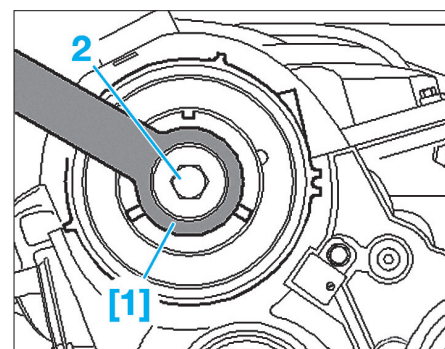

FIG. 130
- [1]. Contre appui ref. T10051 (Fig.130).
- Maintenir le moyeu avec le contre-appui [1] et desserrer la vis de fixation (2) du moyeu (Fig.130).